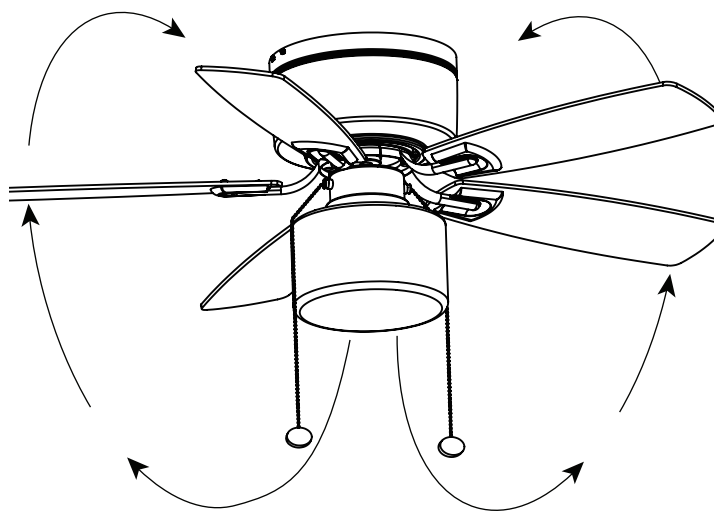

Figura 15
**Clima cálido – (Hacia adelante)** Un flujo de aire hacia abajo crea un efecto de enfriamiento como se muestra en la Figura 15. Esto le permite ajustar su acondicionador de aire a un ajuste más alto sin afectar su comodidad.